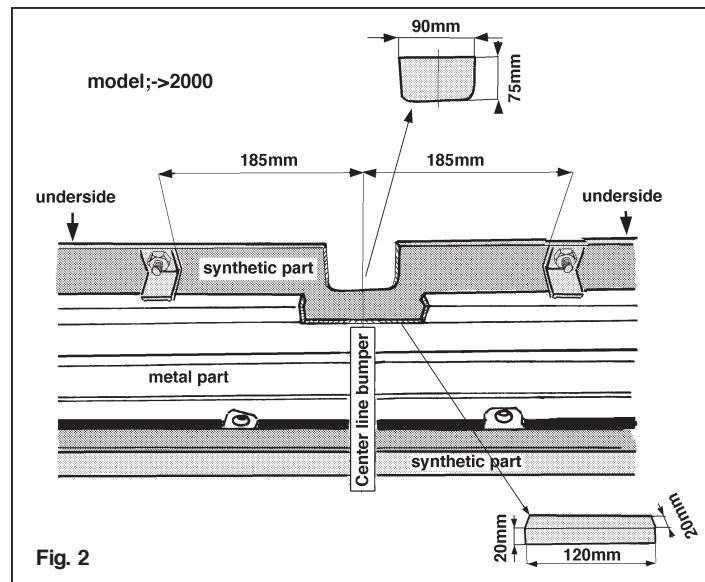

Fig. 2
Zag overeenkomstig fig.2 een deel uit het binnenwerk. Zag overeen-
komstig fig.2 een deel uit het bumper. Plaats het bumper in een werk op
According to fig. 2 saw a portion out of the inner works. According to fig. 2 saw a portion out of the bumper. Place the inner works of the bumper on the towbar and attach this at the points G using six bolts including spacers and spring washers and flat washers as shown in fig. 5. Use the original nuts for this.
Gemäß Abb. 2 einen Teil der innenverkleidung aussägen. Gemäß Abb. 2 einen Teil der Stoßstange aussägen. Die Stoßstangeninnenverkleidung auf die Anhängervorrichtung legen und gemäß Abb. 5 bei den Punkten G mit sechs Schrauben einschließlich Distanzhülsen,
- Schier une partie dans la gamme conforme à la fig. 2. Schier une autre partie dans le pré-choque conforme à la fig. 2. Postionner la garniture de pare-choques sur l'attache-remarque et la fixer à l'emplacement des points de pré-choques.
Såga enligt fig.2 ut en del ur innamätet. Såga enligt fig.2 ut en del ur kofångaren. Placer kofångarens innmäte på dragkroken och montera den vid punkterna G med sex skruvar inklusive distansbussningar, fjäder och planbrickor enligt fig.5. Använd härvid de ursprungliga muttrarna.
Sav tilfølge fig. 2 et stykke ud af indersiden af henholsvis. Sav tilfølge fig.
3. **Válido para los modelos -> 2000:** Serrar una parte del armazón interior de acuerdo con la fig. 2. Serrar una parte del parachoques de acuerdo con la fig. 2. Situar el armazón interior del parachoques sobre el gancho de remolque y fijarlo a la altura de los puntos G por medio de seis tornillos inclusive tubos distanciadores, arandelas grover y planas, como se indica en la fig. 5. Se utilizarán las